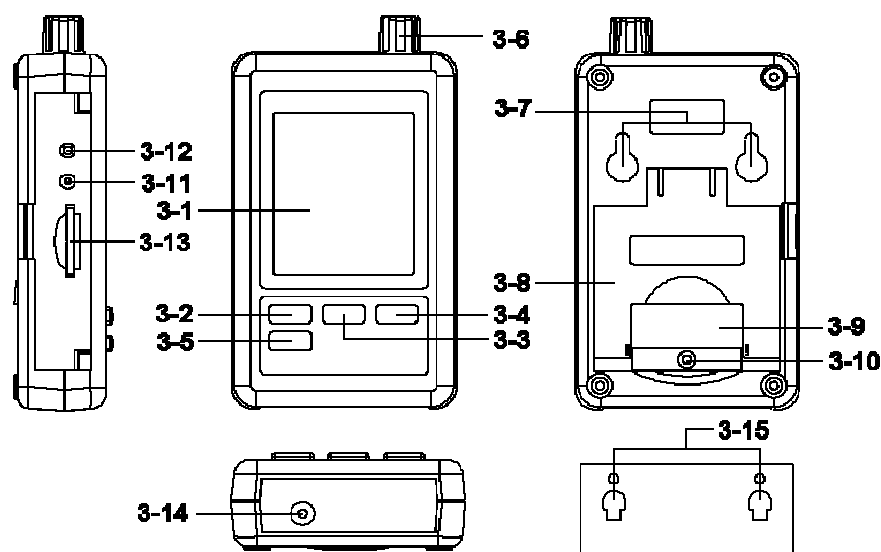

Fig.1
- * Afloje el "Tornillo de la tapa de la batería" (3-10, Fig. 1) y retire la "Tapa de la batería" (3-9, Fig. 1) del medidor.
2) La " Pantalla " (3-1, Fig. 1) mostrará tanto el valor de la humedad como el de la temperatura detectados por el sensor de Humedad / Temperatura (3-6, Fig. 1).
Prepare una tarjeta de memoria " SD " (de 1 GB hasta 16 GB, opcional), inserte la tarjeta SD en " la ranura de la tarjeta SD " (3-13, Fig. 1) siguiendo la dirección correcta.
Presione el " botón Logger (3-2, Fig. 1) > 2 segundos continuamente, hasta que la pantalla muestre el indicador "DATALOGGER", suelte el " Botón Logger " (3-2, Fig.1), los datos de medición con la información temporal se guardarán en el circuito de memoria.
Durante la ejecución de la función de Datalogger (la pantalla muestra el indicador " Datalogger "), presione el " Botón Logger " (3-2, Fig. 1) continuamente durante dos segundos, hasta que el indicador de la pantalla " DATALOGGER " desaparezca, suelte el " Botón Logger " y la función de Datalogger terminará.
Presione el " Botón Time " (3-3, Fig. 1) > 2 segundos continuamente, la pantalla LCD mostrará la información del Año/Mes/Fecha, Hora/Minuto/Seg y el valor de muestra.
- 1) Después de ejecutar la función Data Logger, retire la tarjeta SD de la " ranura de la tarjeta SD " (3-13, Fig. 1).
Cuando no esté en la función de Datalogger, presione el "Botón SET " (3-5, Fig. 1) continuamente durante 2 segundos para acceder al "Modo de Configuración", después suelte el " botón SET" y a continuación presione el " botón SET " (3-5, Fig. 1) una vez mientras que aparezca la secuencia de las siete funciones principales: